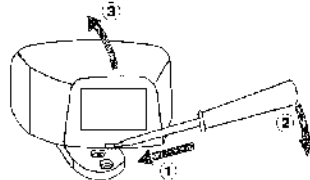

Рис. 1
1. Снимите крышку корпуса, для чего вставьте небольшую отвертку в щель фиксатора в нижней части корпуса и отожмите его (рис.1).